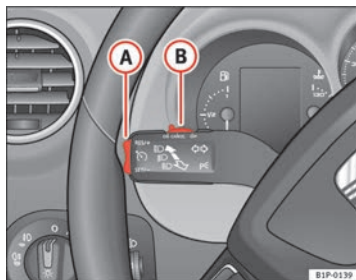

Abb. 134 Blinker- und Fernleuchtehebel: Schalter und Wippe für die Geschwindigkeitsregelung
- Drücken Sie den oberen Teil der Wippe **RES/+** ⇒ Abb. 134 (A), um die Geschwindigkeit zu erhöhen. Solange Sie die Wippe gedrückt halten, beschleunigt das Fahrzeug. Sobald Sie die Wippe loslassen, wird die neue Geschwindigkeit gespeichert.
Wenn Sie die gespeicherte Geschwindigkeit durch Treten des Bremspedals verringern, ist die Regelung der gespeicherten Geschwindigkeit ausgeschaltet. Sie können durch einmaliges Drücken des oberen Teils der Wippe **RES/+** ⇒ Seite 186, Abb. 134 (A) die Regelung wieder aufnehmen.